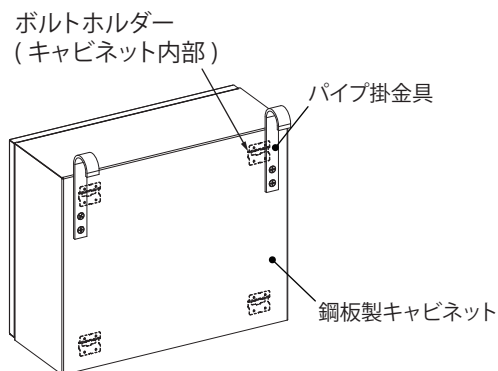

図4
- ・鋼板製キャビネットへ取付ける場合、内部に基板固定用のボルトホルダー等が溶接されているため干渉しない位置に加工してください。(図4)